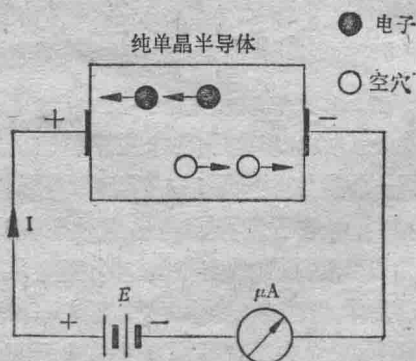

图 1-5 半导体中载流子的移动
由此可见，在一定温度下，半导体中存在着两种载流子，一种是带负电的自由电子，另一种是带正电的空穴，所以半导体在外加电压作用下，将同时产生两种载流子的导电现象，如图 1-5 所示的情形。其中的自由电子向正极移动形成电子电流，而空穴向负极移动形成空穴电流，因此流过外电路的电流等于电子电流和空穴电流的代数和，这就是纯单晶半导体的导电方式。下面我们再作一些说明。
(1) 图 1-5 中所示的空穴电流，实际上是由共有价电子依次递补空穴，而向正极移动的另一电子电流，不过为了区别于自由电子所形成的电子电流，还是叫空穴电流更为方便。
(2) 在一般室温下，硅、锗单晶半导体中的电子和空穴的数量还是非常少的，因此电路中的电流也是非常小的，不过，硅、锗单晶半导体对温度十分敏感，温度越高，电流越大。
(3) 当温度升高时，半导体里由于热运动而不断产生自由电子，同时也出现相应数量的空穴，这种过程称为“热激发”，并且把产生的电子和空穴称为“电子-空穴对”。不过，在一定温度下，半导体里的“电子-空穴对”却能维持一定的数目，这是因为随着“电子-空穴对”的增多，自由电子在运动中与空穴相遇的机会也在增多，当自由电子与空穴相遇后，就会重新结合而消失，这是一个逆变过程，我们称之为“复合”。可见，“复合”的机会是随着“电子-空穴对”的增多而增多的，因而“电子-空穴对”的增多是有限制的。在一定温度下，两种运动过程可以达到动态平衡，这时，热激发和复合的过程虽然仍在继续不断地进行，但实际存在的“电子-空穴对”数目却是一定的。